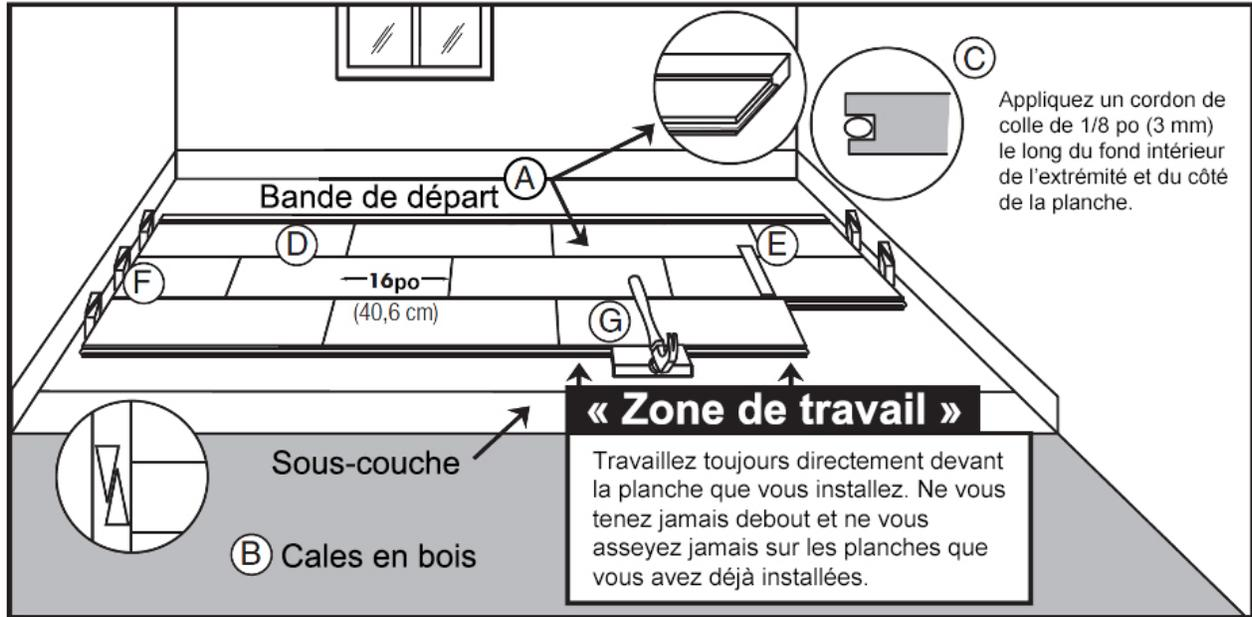

Figure 14
(**article C, Figure 14**). Les produits qui ont la languette à l'extrémité du côté gauche doivent être installés de droite à gauche, ceux avec la languette à l'extrémité opposée doivent être installés de gauche à droite. (**Article D, Figure 14**). Si une planche sacrificielle a été utilisée, retirez-la et ne collez **PAS** la première rangée sur celle-ci;
- Finissez d'installer la première rangée. Coupez la dernière planche en laissant un espace de 1/2 po (13 mm) entre le mur et le plancher (utilisez l'extrémité restante de la planche coupée comme planche de départ pour n'importe quelle rangée après la troisième rangée). Installez une cale à l'extrémité de la planche entre le couvre-plancher de bois franc et le mur en laissant un jeu de dilatation de 1/2 po (13 mm). Évitez d'installer toute planche d'une longueur de moins de 16 po (40,6 cm) dans les quatre premières rangées. (**Article F, Figure 14**);
- Utilisez une barre de traction pour tirer la dernière planche bien en place à partir de l'extrémité opposée. Installez des cales dans le jeu et resserrez les planches (**article B, Figure 14**);
- Coupez ou utilisez une planche plus courte pour la première planche de la deuxième rangée. Entamez la deuxième rangée en appliquant un cordon de colle de 1/8 po (3 mm) le long du fond intérieur des rainures de l'extrémité et latérale de la nouvelle planche. Installez la première planche de la deuxième rangée. Appliquez un cordon de colle sur le fond intérieur des rainures de l'extrémité et latérale de la prochaine planche et installez-la. Lorsque vous installez des planches les unes dans les autres, utilisez une cale de frappe en l'appuyant contre la languette et non contre la rainure (**article G, Figure 14**). Tapotez sur la cale de frappe avec un marteau pour insérer les planches fermement en place. **NE PAS** tapoter directement sur le bord avec le marteau. Finissez d'installer la deuxième, la troisième et la quatrième rangée en employant cette technique. Insérez des cales aux extrémités, au besoin, pour limiter le mouvement du plancher;